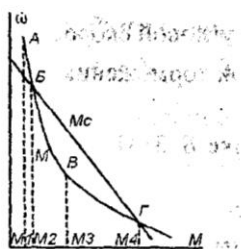

Рис. 98
**4-15.** В какой из точек, указанных на рис. 98, двигатель постоянного тока последовательного возбуждения работает с ускорением?